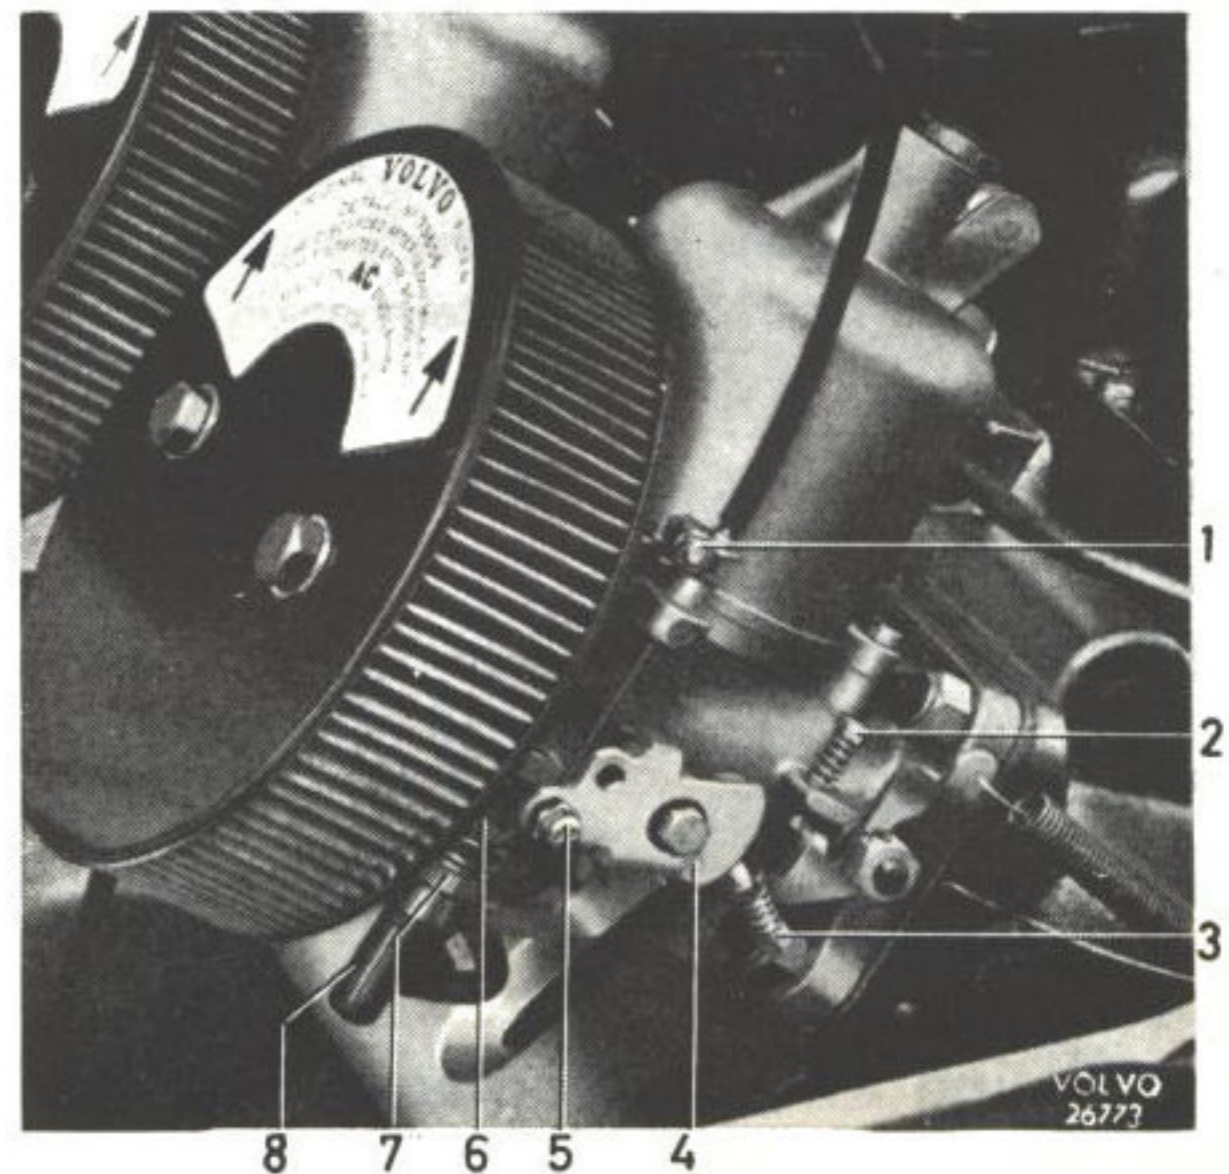

Bild 31. Reglage.
1. Anbringa ett bladmått 0,5 mm vid "A" bild 30 mellan hävarmen och dess anslag. Skruva ut snabbtomgångs- och tomgångsskruvarna (2, bild 31) så att spjällen stänges helt.
4. Vrid tomgångsskruvarna (2 bild 31) så att de just berör spjällhävarmarna då spjällen är stängda. Skruva därefter in dem 1/2 varv.
2. Lossa skruven (5, bild 31) för dragtråden. Lyft hävarmen så mycket att munstycket just börjar sänkas.
3. Ställ in snabbtomgångsskruven (3) så att den precis berör snabbtomgångskammen på hävarmen (4) då munstycket börjar påverkas enligt föregående punkt. Dra fast låsskruven för dragtråden i detta läge.